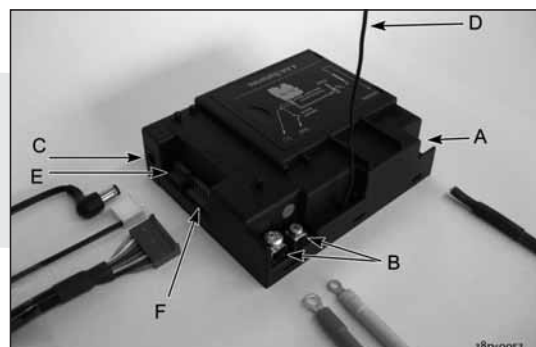

fig. 11
Dabei geht man wie folgt vor (siehe Fig. 11):
- Den braunen Stecker des Anschlusskabels an dem Empfänger anschließen (siehe Fig. 11, Pfeil F).
- Die Kabel des Thermoelements 1 an den Empfänger anschließen (siehe Fig. 11, Pfeile B).
Den schwarzen Draht mit dem weißen Stecker von Thermoelement 2 an den Empfänger anschließen (siehe Fig. 11, Pfeil E).
- Das Zündkabel an den Empfänger anschließen (siehe Fig. 11, Pfeil A)
- An den Empfänger anschließen (siehe Fig. 11, Pfeil C);
- Die Antenne aus den Clips herausbiegen (siehe Fig. 11, Pfeil D).